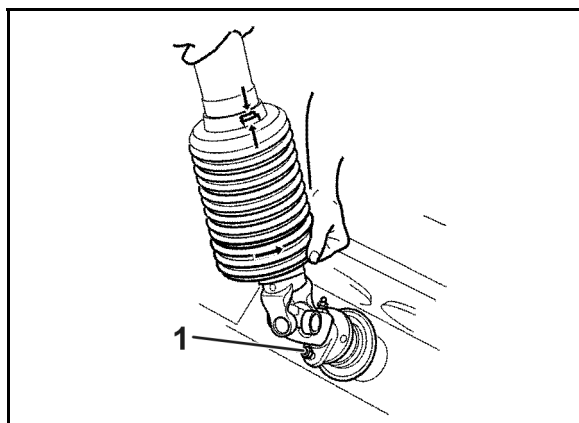

Рис. 89
1. Приведите защитный кожух карданного вала в монтажное положение (Рис. 89).
Входящие в комплект поставки без расфасовки **винты** М8 х 30 А2-70 являются **запасными срезными винтами** (Рис. 89/1) для крепления насадной вилки карданного вала к фланцу первичного вала редуктора. Устанавливайте карданный вал на первичный вал редуктора со смазкой.